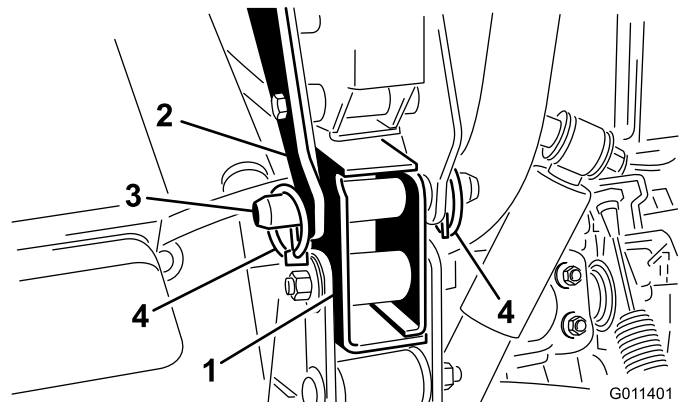

图8
6. 用柱销和 2 个保险销将各个后安装支架固定到工作车机架上图8。